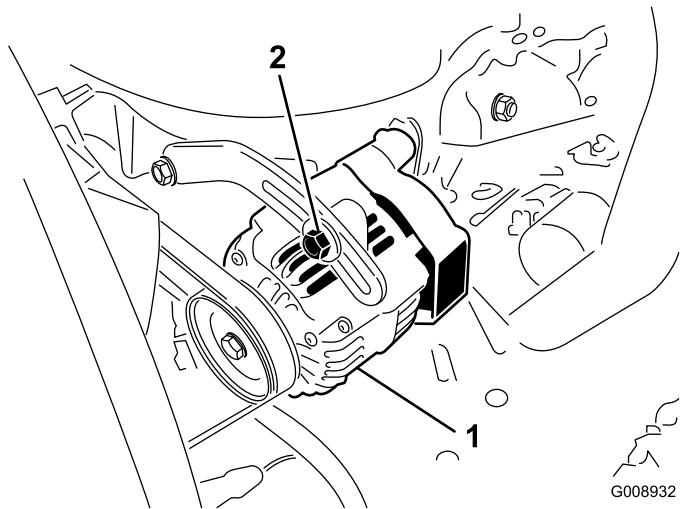

Bild 52
2. Lockern Sie bei einer Durchbiegung von mehr oder weniger als 10 mm die Befestigungsschrauben der Lichtmaschine (Bild 52).